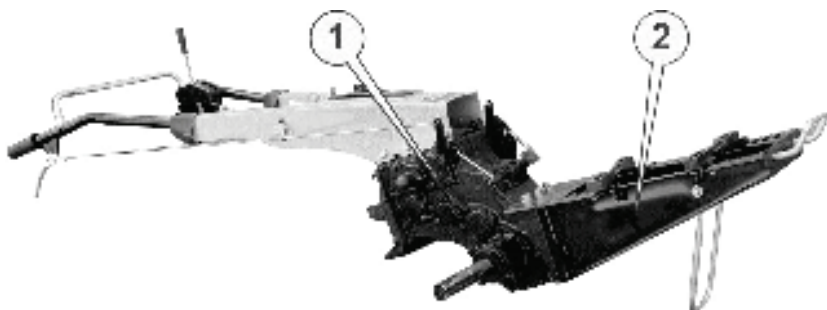
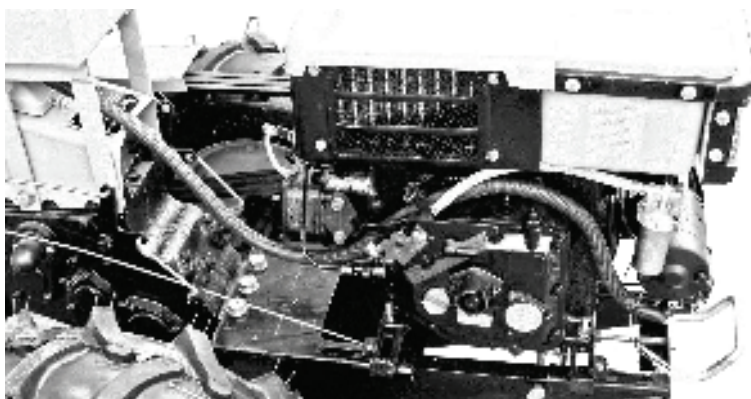

Рисунок 12. – Редуктор мотоблока у зборі з рамою
Рисунок 23. – Правий вид мотоблока
3. Приєднати раму мотоблока (2) (див. рис. 12.) до редуктора (1) за допомогою 3-х болтів М16 і 2-х болтів М12, використовуючи плоскі і розрізні шайби відповідного діаметру із сумки з кріпленням (див. рис. 23.)
29. Протягнути пластиковий рукав з електропроводами вiд вiдсiку для електроприладiв до точки пiд'єднання електростартера i електрогенератора таким чином, як зображено на рис. 23.